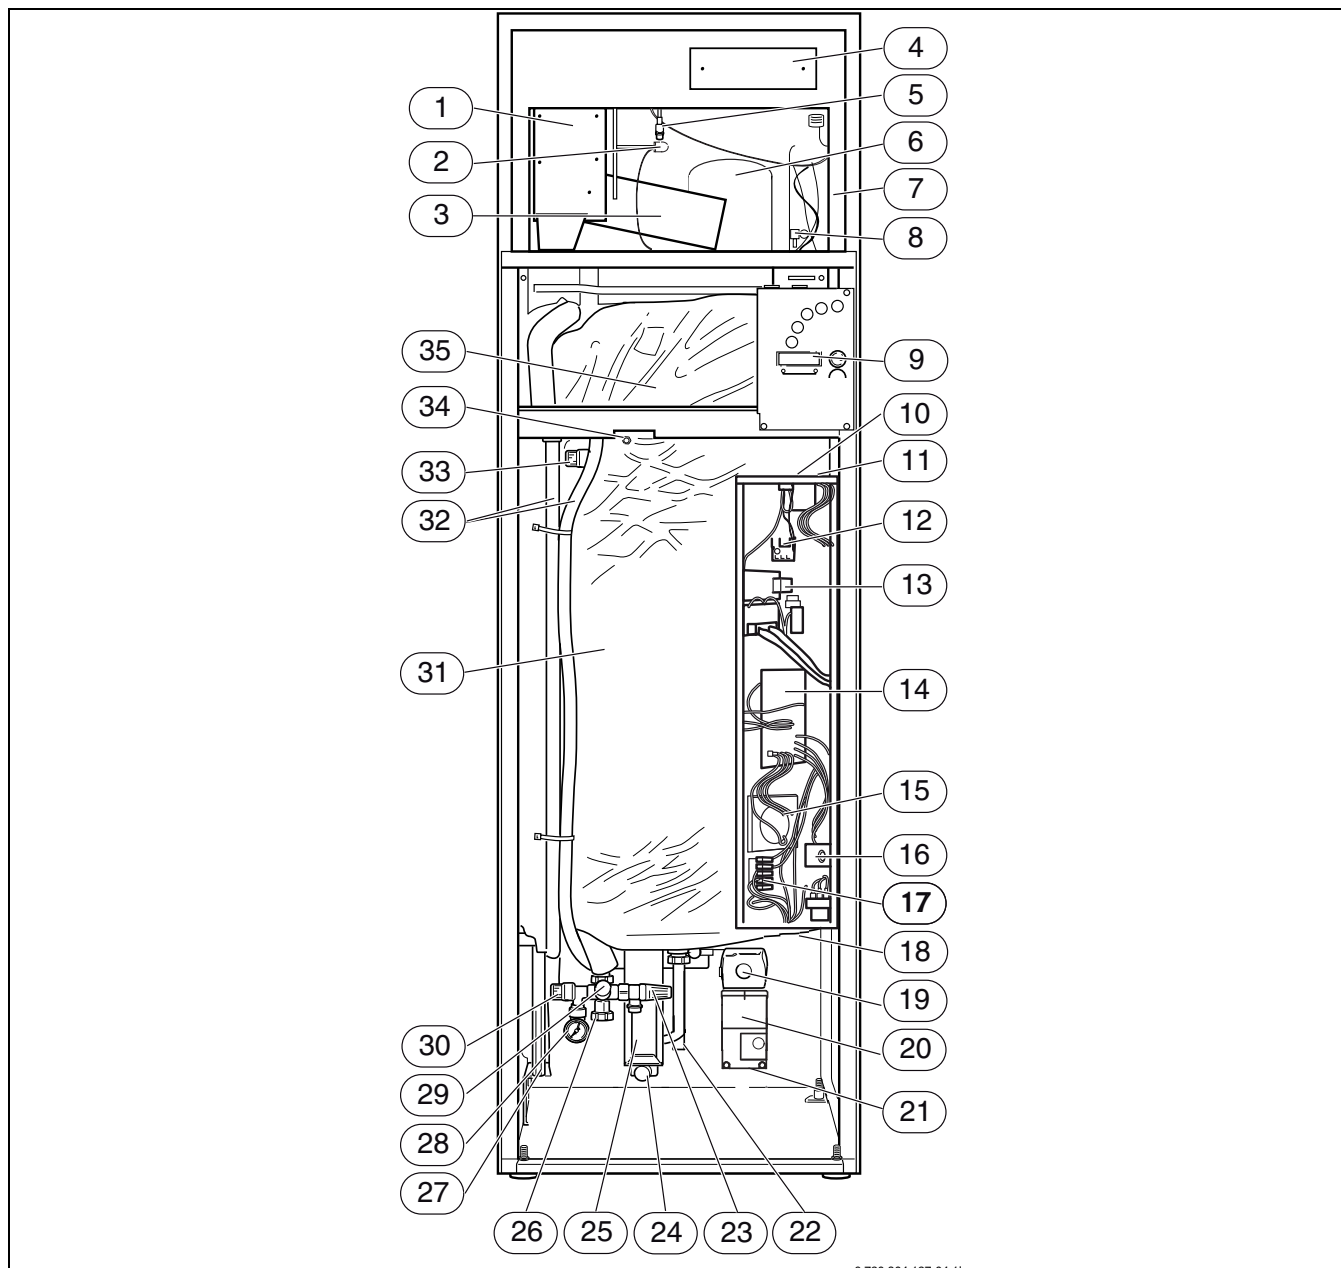

Bild 4 Ingående delar
- Avlufta med hjälp av avluftningsnippeln på varmvattenberedaren (→Bild 4) och nyckeln som levererats med värmepumpen när visaren på manometern börjar röra sig. Öppna nippeln ett par varv till det kommer vatten och stäng den sedan. Återfyll till rätt tryck, normalt tryck är 0,5-1,5 bar.